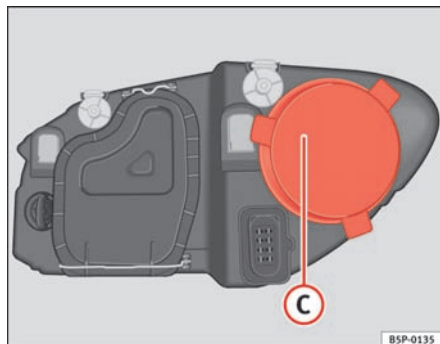

Fig. 181 Fjernlys
- Fjern afdækningen ⇒ fig. 181 C ved at trække i den.